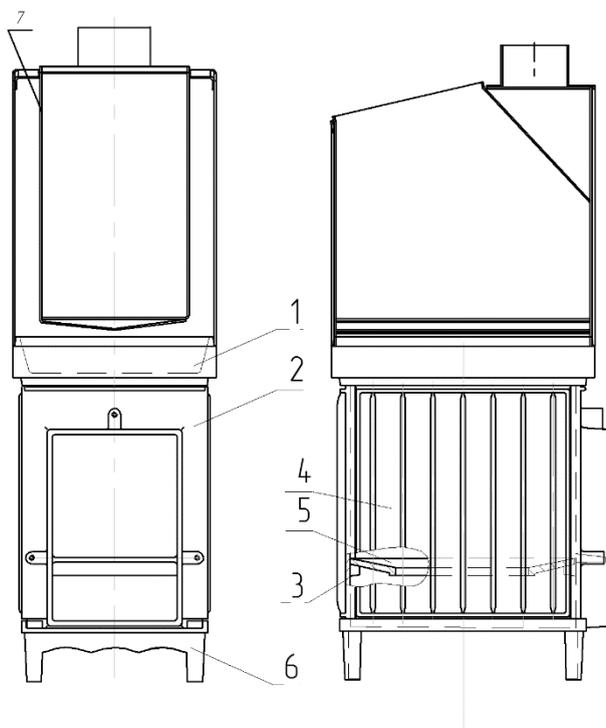

Рис. 2 Устройство печи «Андромеда РС» без декоративно-защитного ограждения и топочного тоннеля.
1.4.2 Конструкция печей Андромеда РС представлены на рис. 2,3.
- поз.1 рис.2- Крышка
- поз.2 рис.2.-Стенка передняя
- поз.3 рис.2.-Стенка задняя
- поз.4 рис.2.-Панель боковая
- поз.5 рис.2.-Колосник
- поз.6 рис.2.-Основание
К передней стенке топочного агрегата пристыкован комбинированный топочный тоннель (на рис.2 не показан). На крышке топочного агрегата размещена емкость для камней поз.7 рис.2., выполненная из жаропрочной нержавеющей стали толщ.3,0 мм